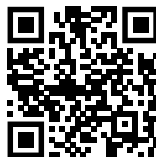

Fig. 94
- Open het Liebherr SmartMonitoring Dashboard. (zie Fig. 94).